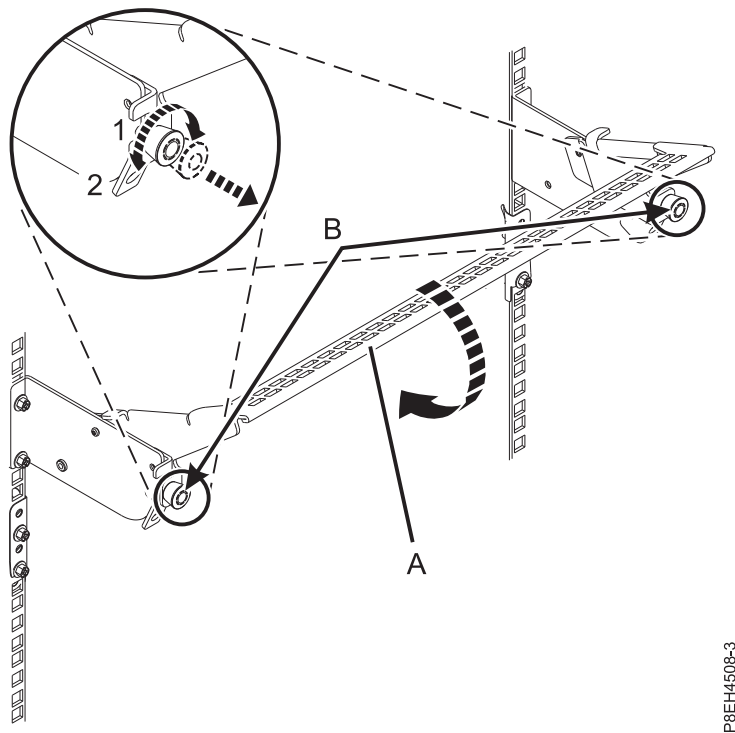

Figure 13. Placement du crochet de routage des câbles en position de fonctionnement
- a. Tirez sur les dispositifs de fixation à baïonnette (**B**) et faites-les tourner pour les sortir tout en déplaçant le crochet de routage des câbles (**A**) pour le placer en position basse (**2**). Voir figure 13, à la page 15.